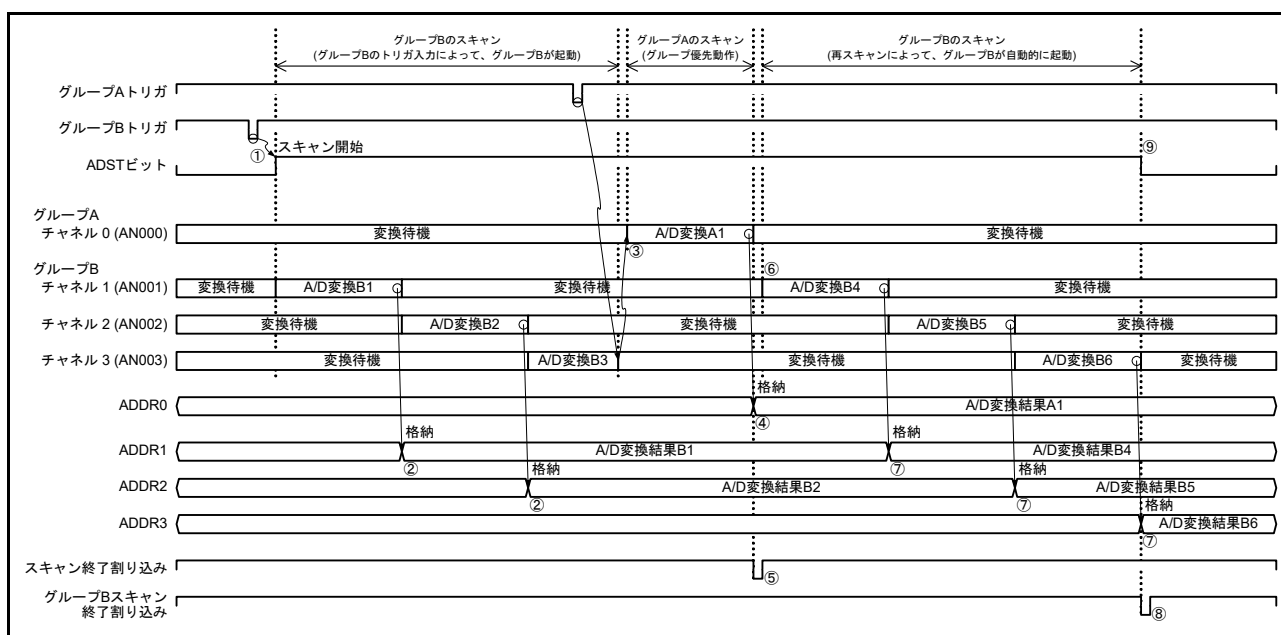

図 38.31 グループ優先動作の例 1 「グループ B スキャン中のグループ A トリガ入力」再スキャンあり (ADGSPCR.GBRSCN = 1、ADGSPCR.GBRP = 0、ADGSPCR.LGRRS = 0 設定時)
- (1) グループ B のトリガ入力によって ADCSR.ADST ビットが“1” (A/D 変換開始) になると、ADANSB0、ADANSB1 レジスタで選択したアナログチャンネルを ADSCSn レジスタで設定した変換順序に沿って A/D 変換を開始します (図 38.31 のチャンネル変換順序設定 : AN000 → AN001 → AN002 → AN003)。
- (2) チャンネルの A/D 変換が終了すると A/D 変換結果は対応する A/D データレジスタ (ADDRy) に格納されます。
- (3) グループ B のスキャン中に、グループ A のトリガが入力されると、ADCSR.ADST ビットを“1”に保持したまま、グループ B のスキャンを中断し、ADANSA0、ADANSA1 レジスタで選択したアナログチャンネルを ADSCSn レジスタで設定した変換順序に沿ってグループ A のスキャンを開始します。
- (4) チャンネルの A/D 変換が終了すると A/D 変換結果は対応する A/D データレジスタ (ADDRy) に格納されます。
- (5) ADCSR.ADIE ビットが“1” (スキャン終了割り込みを許可) に設定されていると、スキャン終了割り込み要求が発生します。
- (6) ADGSPCR.GBRSCN ビットが“1” (グループ優先動作で中断されたグループの再スキャンをする) に設定されていると、ADCSR.ADST ビットを“1”に保持したまま、ADANSB0、ADANSB1 レジスタで選択したアナログチャンネルを ADSCSn レジスタで設定した変換順序に沿って再度グループ B のスキャンを開始します。
- (7) チャンネルの A/D 変換が終了すると A/D 変換結果は対応する A/D データレジスタ (ADDRy) に格納されます。
- (8) ADCSR.GBADIE ビットが“1” (グループ B のスキャン終了割り込みを許可) に設定されていると、グループ B スキャン終了割り込み要求が発生します。
- (9) ADCSR.ADST ビットは、すべてのスキャンが終了すると自動的にクリアされ、12 ビット A/D コンバータは待機状態になります。